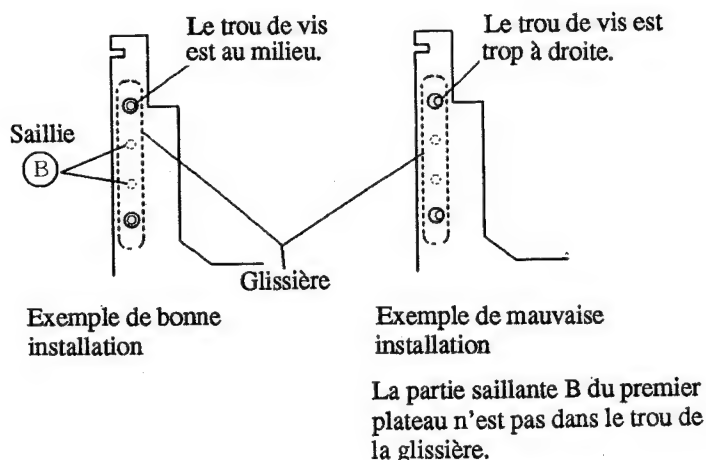

Figure 14
6. Après avoir vérifié que le trou de vis de la glissière est aligné sur le trou de vis du plateau, comme illustré sur la Figure 14, serrer les vis C1 et C2, dans cet ordre.